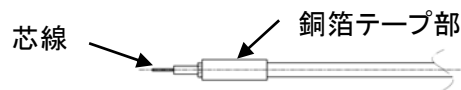
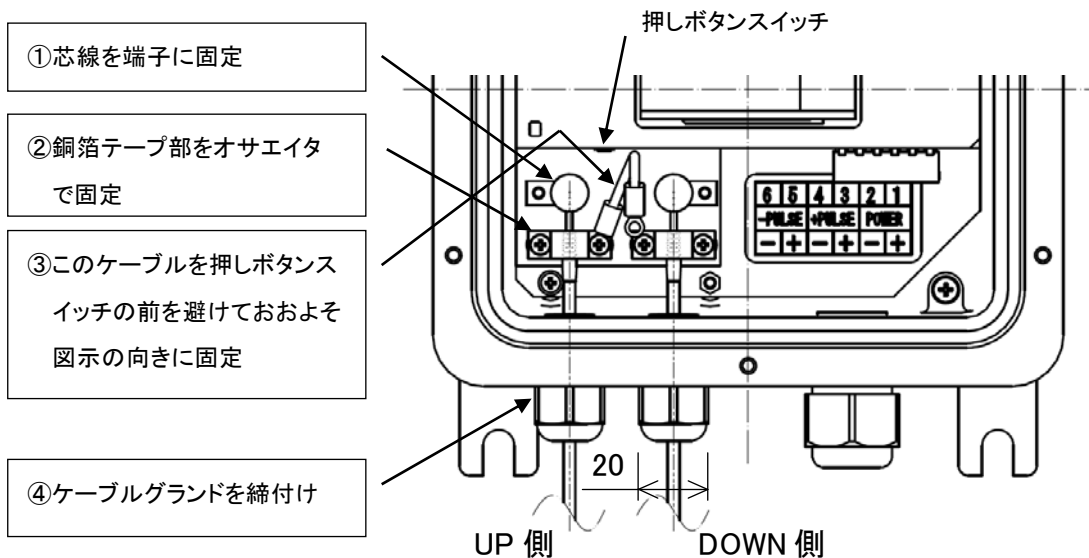

図8 センサケーブル末端
図9 センサケーブル接続
注意① センサには上流側、下流側の区別があります。センサケーブル端にUP、DOWNと表記してありますので、上流側のセンサをUP側、下流側のセンサをDOWN側に接続してください。（図8、図9）